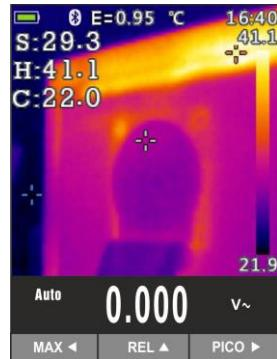

Fig. 45: Guardar a imagem IR
- Premir o botão **HOLD/REL** para fixar o resultado. A mensagem “HOLD” aparece no display e o botão **REL ▲** passa a **SALVE ▲** (ver Fig. 45 – parte direita)